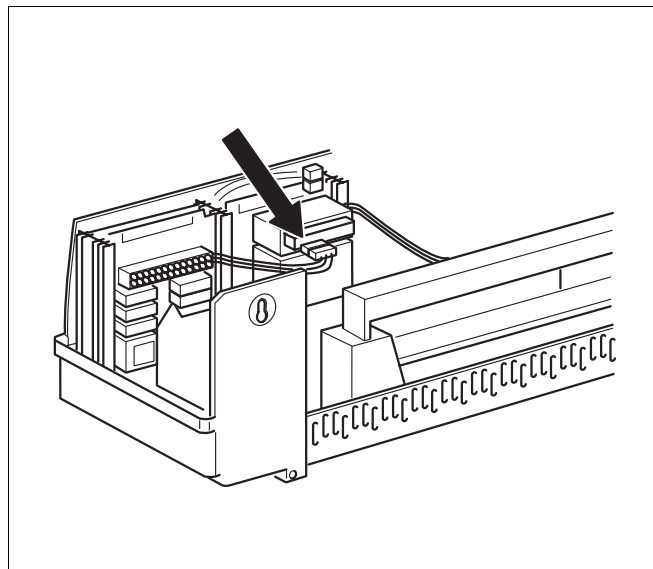

Abb. 5 Herstellen der 230V-Spannungsversorgung
- 230 V Modulanschlussstecker an der vorgesehenen Position in die Steckerleiste einstecken (für Modulanschluss an Steckplatz 2, siehe Pfeil in Abb. 5).